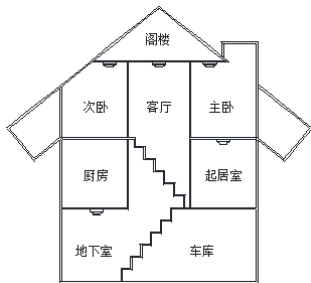

图3 感烟探测器安装位置示意图
① 安装于房顶时：感烟探测器的边缘应距任何一面墙壁不小于0.5m。
- ② 安装于倾斜或人形屋顶时：感烟探测器应与屋顶保持一定的距离。当坡度小于30度时，距离0.2m为宜，大于30度则以0.3m~0.5m为宜。
- ③ 对燃烧产生的烟雾来说，楼梯的作用与烟囱类似，因此楼梯应安装感烟探测器。
- ④ 空气流通的两个区域应分别安装感烟探测器，如客厅与卧室两个区域，每个区域应至少安装一个感烟探测器。
- ⑤ 感烟探测器安装的位置可参考图 3，请结合实际情况确定最佳的安装位置。